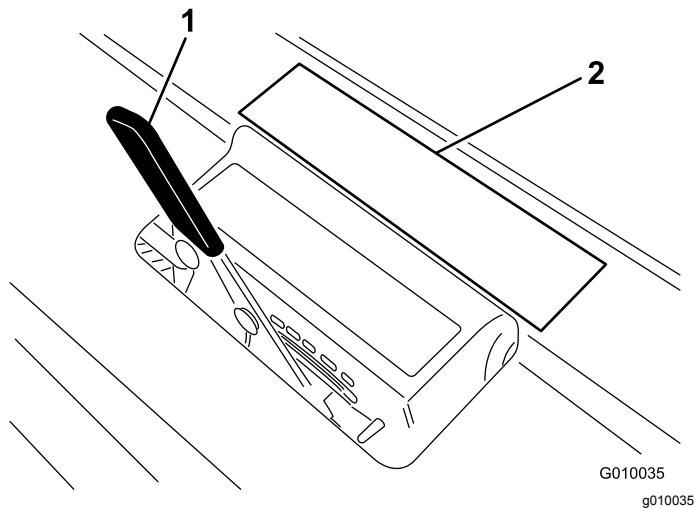

図 28
- ティンの打ち込み深さチャート **図 28** の、希望する打ち込み深さの位置に、ティンの端を合わせてみる。